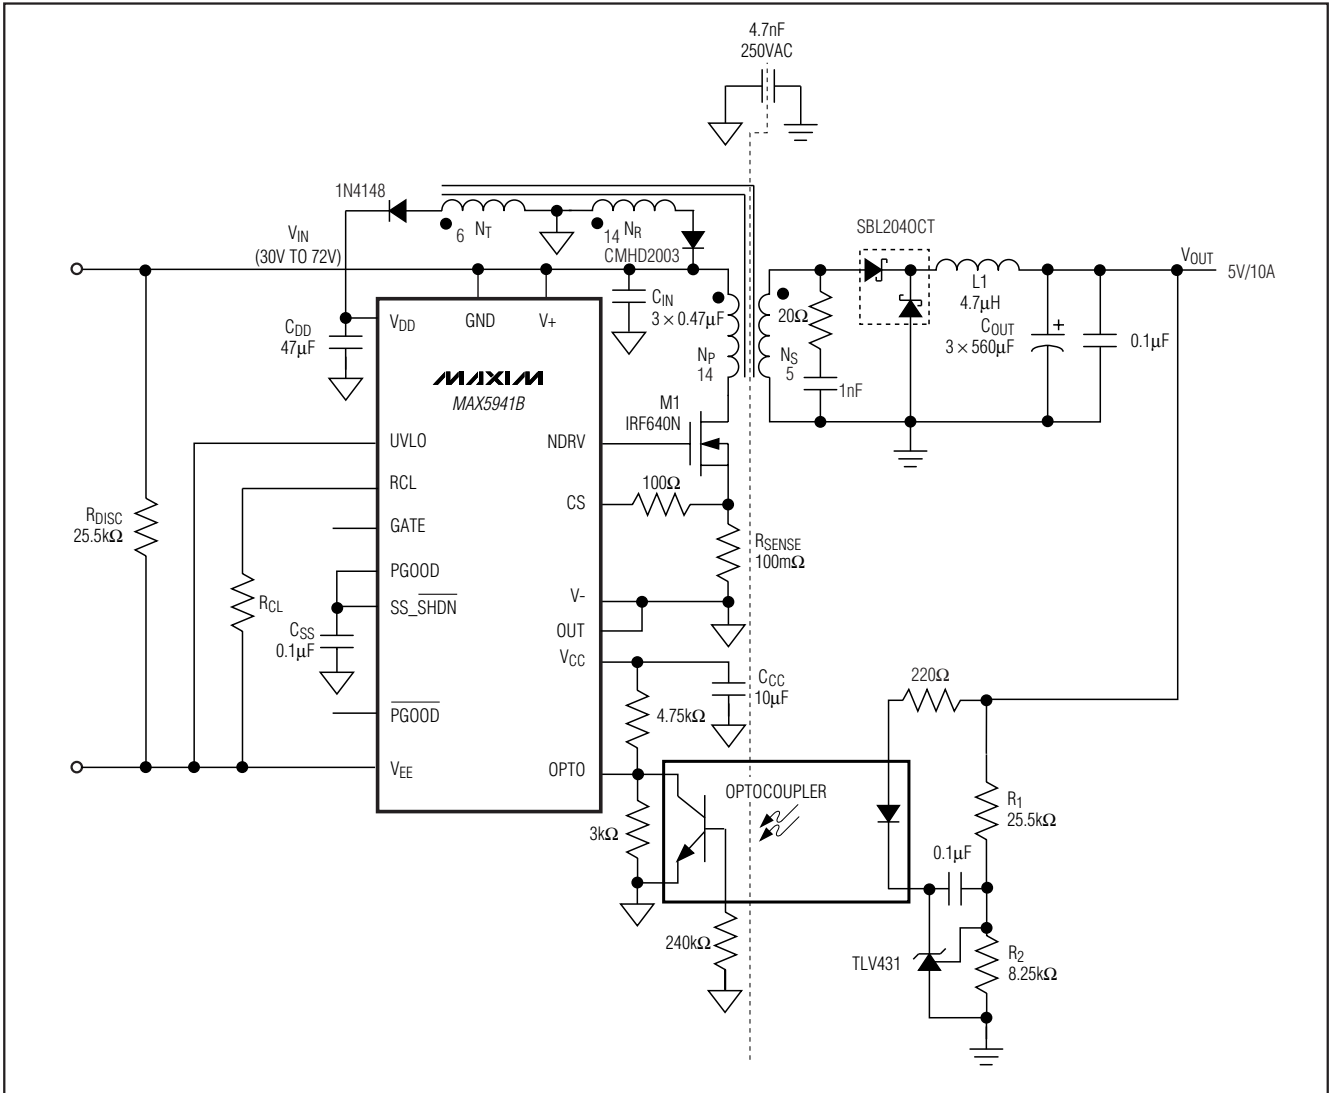

图 5. 正激转换器
式中  $C_{SS}$  是软启动电容，正如图 5 所示。
检流 (CS) 比较器及其相关逻辑电路限制通过 MOSFET 的峰值电流。电流检测是通过 CS 引脚，检测连接在 MOSFET 源极和 GND 之间的检流电阻上的电压实现的。为降低开关噪声，可通过一只 100Ω 电阻或 RC 低通滤波器连接 CS 引脚与外部 MOSFET 源极 (图 5、6)。根据下式选择检流电阻  $R_{SENSE}$ ：